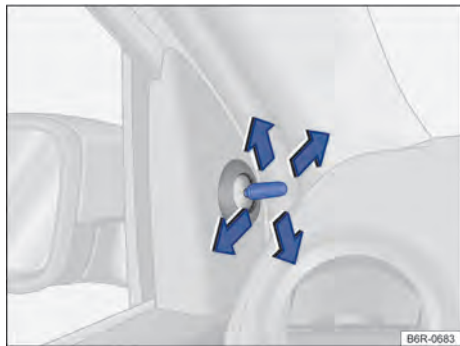

Fig. 79 En las puertas delanteras: mando de ajuste de los espejos retrovisores externos mecánicos.
- Mover el botón de ajuste en el revestimiento de las puertas delanteras → fig. 79.